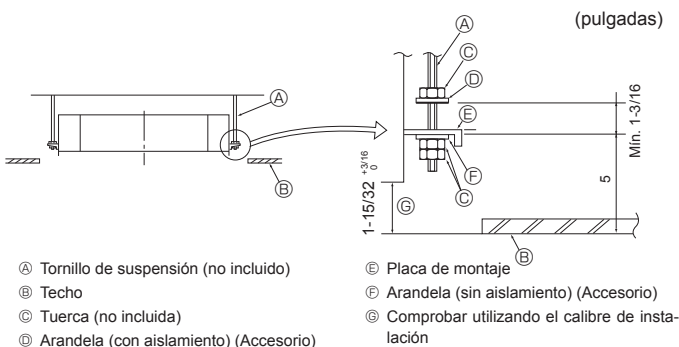

Fig. 4-5
- ① Estructuras de madera
- ② Estructuras de hormigón armado
4.5. Procedimientos de suspensión de la unidad (Fig. 4-5)